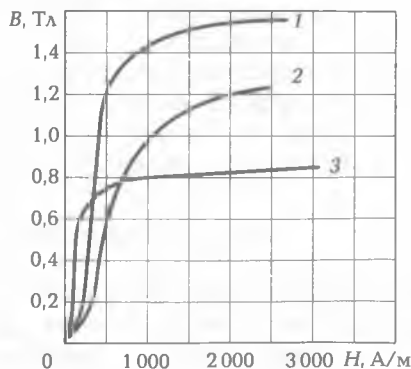

Рис. 3.5. Семейство кривых намагничивания:
Семейство кривых намагничивания технически чистого железа (1), электротехнической стали (2) и пермаллоя (3) приведено на рис. 3.5. Эти материалы широко применяются в трансформаторах, электротехнических машинах и аппаратах.
Как видно из кривых намагничивания (см. рис. 3.5), способность материалов намагничиваться (их магнитная проницаемость) в сла-
При одной и той же напряженности магнитного поля (см. рис. 3.5) магнитная индукция в чистом железе больше, чем в электротехнической стали. Это объясняется тем, что магнитная проницаемость чистого железа больше магнитной проницаемости электротехнической стали.